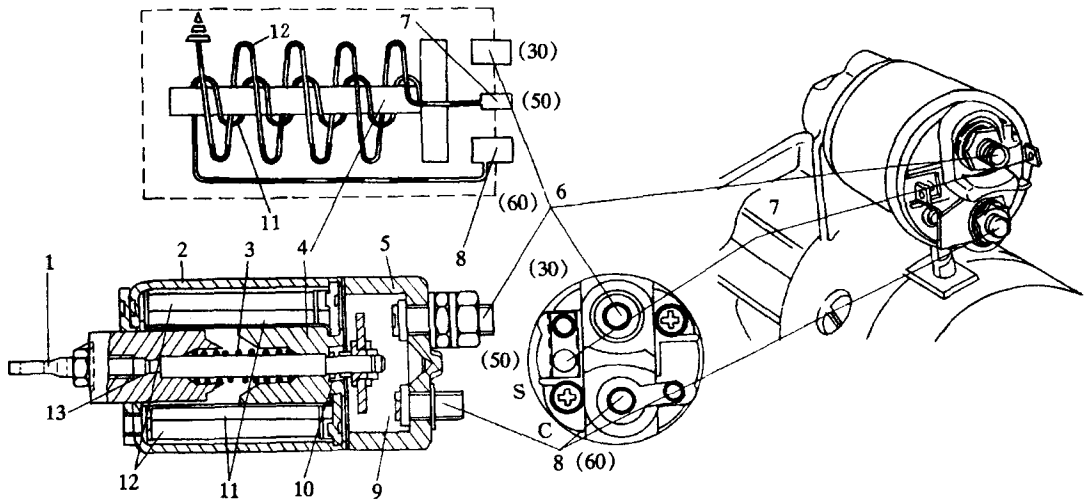

图 1-6 电磁开关的构造
③电磁开关的构造,如图 1-6 所示。电磁开关 9 中有吸拉(牵引)线圈 11 和滞留线圈 12,两个线圈有共同的接线柱(50)7,牵引线圈 11 的接线柱(60)8 与电动机相连,而滞留线圈 12 在开关内接地。另外,牵引线圈 11 和滞留线圈 12 磁力的大小不同,牵引线圈 11 大,用作吸引铁心 4,使滑动阀 13 右移,电磁开关触点使接线柱(30)与(60)相通,因牵引线圈 11 两端内压相等,使牵引线圈 11 磁力消退,失去对铁心的吸引。为防止这种现象的发生,滞留线圈 12 的作用是仍能保持对铁心 4 的吸引力。